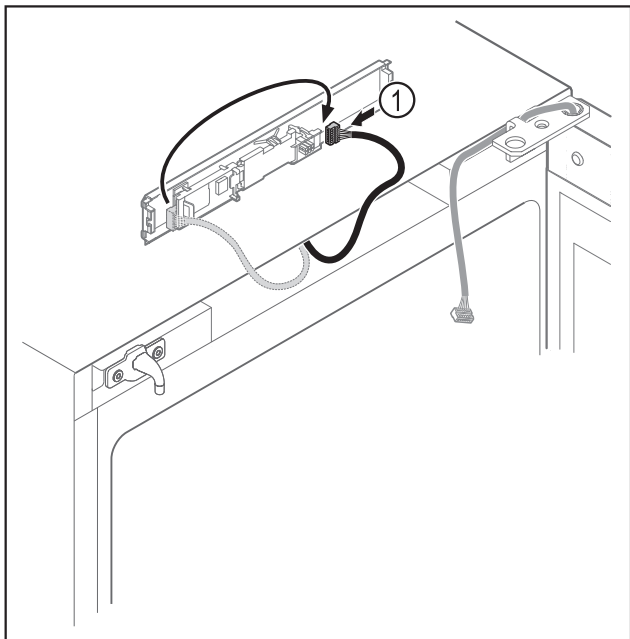

Fig. 13
- ▶ Lidhni spinën Fig. 13 (1) në qark në anën tjetër.